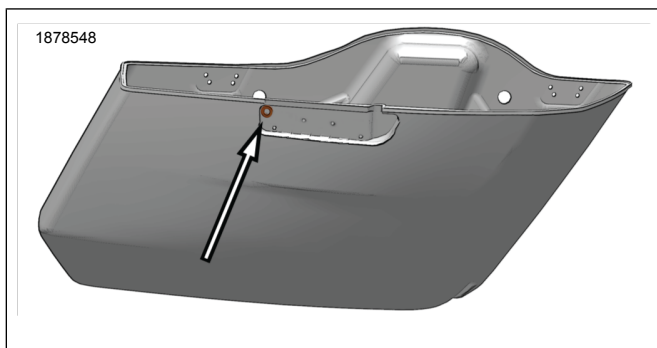

図2。サドルバッグトップホールドリルの位置
1. 図2を参照してください。トップサドルバッグワイヤーパススルーをドリルします。